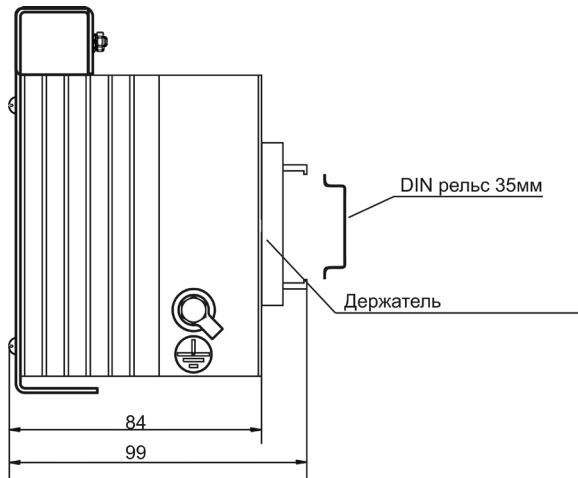

Рис. 3
- установить держатель на радиатор с помощью винтов и шайб, входящих в комплект согласно рис. 3;